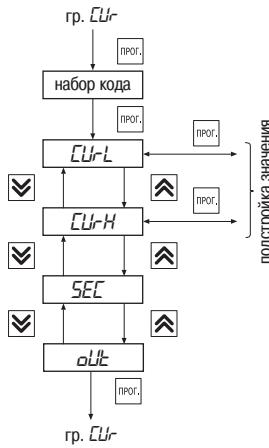

Рис. 22
**6.2.2.9. Группа «Cur»** предназначена для коррекции нижней и верхней границ выходного тока с токовым выходом 4...20 mA, если он установлен в приборе (рис.22). Код доступа для данной группы «\_11».